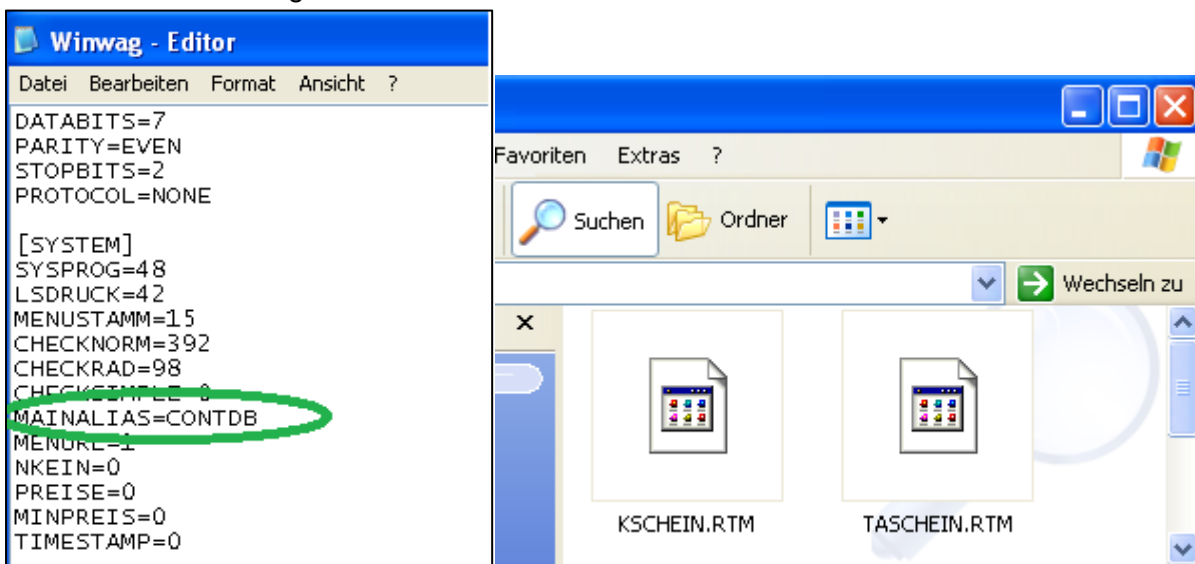

Abbildung 1
WinWag.ini(Abb. 1 links):
- KSCHEIN.rtm, TASCHEIN.rtm, Kjournal.rtm in das Datenbankverzeichnis von WinFuhr®/WinFuhr®Containerdienst kopieren (Abb.1 rechts)